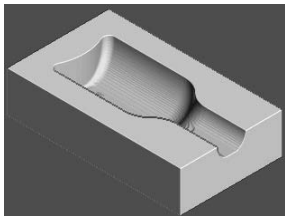

图 5-126 仿真加工结果 1
2) 在“仿真”工具栏的“当前刀具路径”下拉列表中选择要模拟的刀具路径 rough, 然后单击“执行”按钮, 系统开始自动仿真加工, 仿真加工结果如图 5-126 所示。